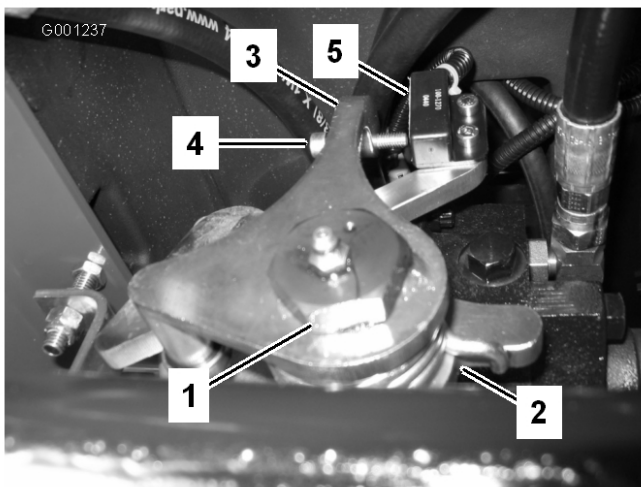

Figure 57
3. Desserrez la vis de retenue de l'autre côté de la came de réglage de transmission (Figure 57).
7. Réglez la vis sur le bras de retour au point mort (Figure 57) jusqu'à ce que la vis et le contacteur soient espacés de 2,3–3 mm.